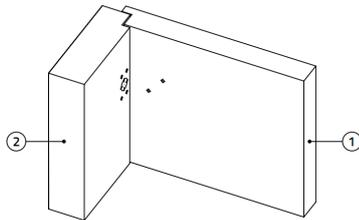
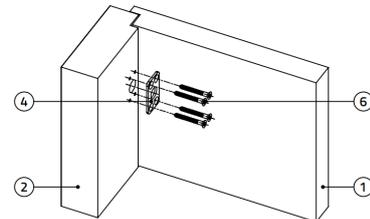

FIGURE 3
FIGURE 4
Selon votre marquage, percer un trou \varnothing 20mm au cadre de porte (2) afin que la profondeur de la partie cylindrique du trou soit au moins de 15 mm. Ensuite, en utilisant le marquage, commencer par percer 4 trous \varnothing 4 mm pour les vis (6) sur le cadre de porte (2). Selon le type de vantail de porte, utiliser des vis de 6 mm (7) ou des boulons M8 (8) comme matériaux joints afin de fixer la plaque de base (3). Pour les vis \varnothing 6 mm (7), commencer par percer deux trous \varnothing 4 mm au vantail de porte (1), selon le marquage. Voir la figure 3.
Pour les boulons M8 (8), percer deux trous \varnothing 8,5 mm au vantail de porte (1), selon le marquage – voir la figure 3 dans les instructions d'installation pour des vantaux de portes aux montants latéraux en métal. Placer la plaquette de verrouillage renforcé (4) sur le cadre de porte (2) et le fixer grâce à 4 vis fournis \varnothing 6 mm et de 50 mm de longueur (6). Voir la figure 4.